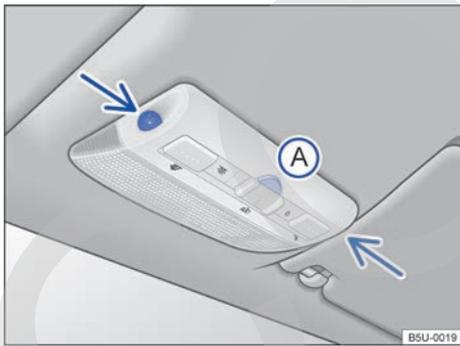

Fig. 54 En la consola del techo: sensores de vigilancia del habitáculo y tecla **(A)** para desconectar la vigilancia del habitáculo.
La vigilancia del habitáculo dispara la alarma con el vehículo bloqueado, si reconoce movimientos en el interior del vehículo. El sensor y el receptor están ubicados en el conjunto de la luz de lectura → **fig. 54** (flechas).
- Presionar la tecla → **fig. 54 (A)**. En el panel de instrumentos se enciende la luz de control → **fig. 49**.